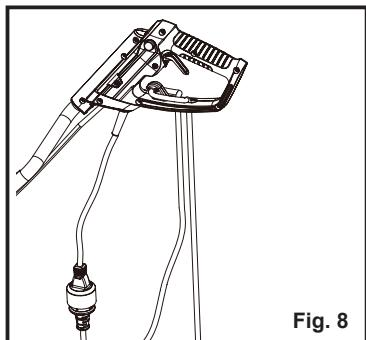

Fig. 8
- Fixez la rallonge dans son support. La boucle de la rallonge doit être suffisamment longue pour que le support de rallonge puisse coulisser librement d'un côté à l'autre. Branchez la rallonge dans la prise du cordon d'alimentation du motoculteur (Figure 8).